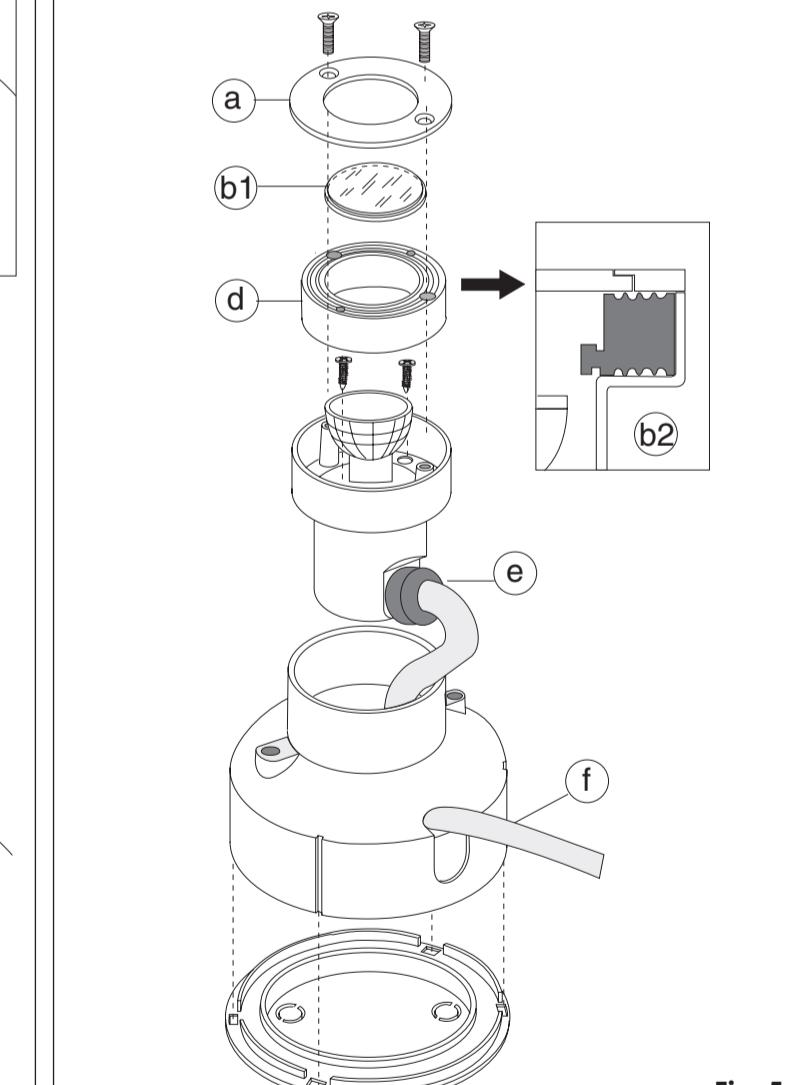

Fig. 5
- Togliere il vetro sabbato (fig. 5b1/b2).
- Remove the frosted glass (fig. 5b1/b2).
- Das mattiertes Glas abnehmen (fig. 5b1/b2).
- Enlever le verre sablé (fig. 5b1/b2).